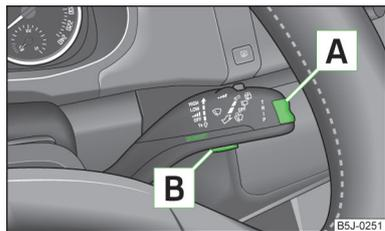

Fig. 25
- El menú principal (**MENÚ PRINCIPAL**) se activará pulsando prolongadamente la tecla basculante **A** » fig. 25.
- Si en la pantalla se muestran los mensajes de advertencia, estos mensajes se deben confirmar pulsando la tecla **B** » fig. 25 para activar el menú principal.
■ Si en la pantalla MAXI DOT se muestran los mensajes de advertencia, estos mensajes se deben confirmar con la tecla **[B]** » fig. 25 de la página 40 para activar el menú principal.